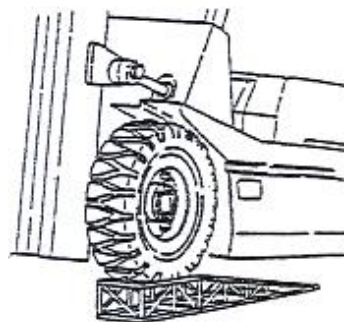

Рисунок 2-32
7.5.4 Замените ролик основной мачты как показано на Рис. 2-32